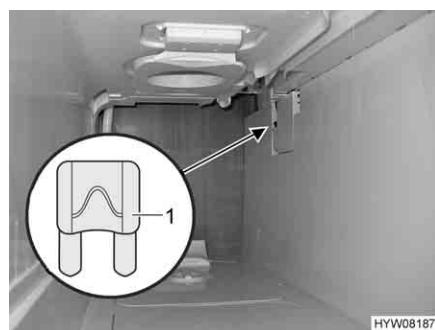

Fig. 97 Fusibile della toilette Thetford
■ Sostituire il fusibile (Fig. 97,1).